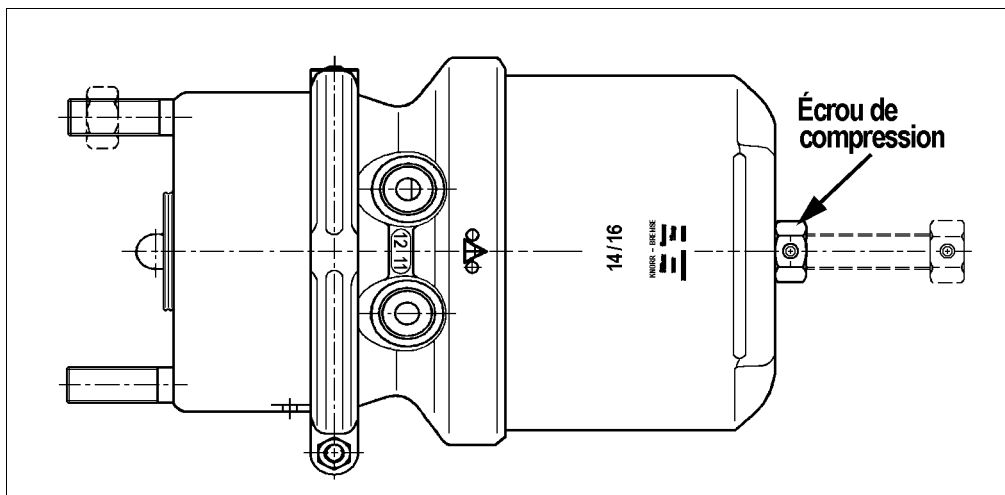

FIGURE 3
2. Tourner l'écrou de compression dans le sens antihoraire pour comprimer le ressort principal (approximativement 2.5 po (6 cm)). Répéter pour l'autre côté (voir la figure 3).